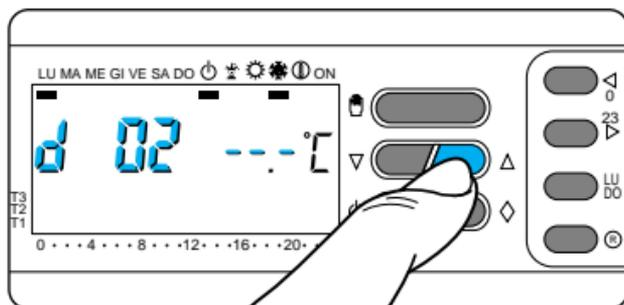

Fig. 73
**13.8** - Pulse el botón ▽ o △ hasta llegar al número de días deseado (entre 1 y 99)(fig. 73).